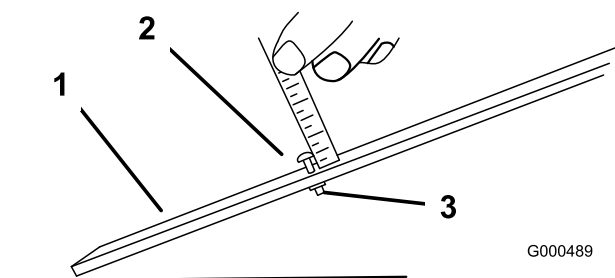

Figura 42
3. Allentate il dado sulla barra di misura (Figura 42) e posizionate la vite di regolazione all'altezza di taglio opportuna. La distanza tra la base della testa della vite e la superficie della barra è l'altezza di taglio.